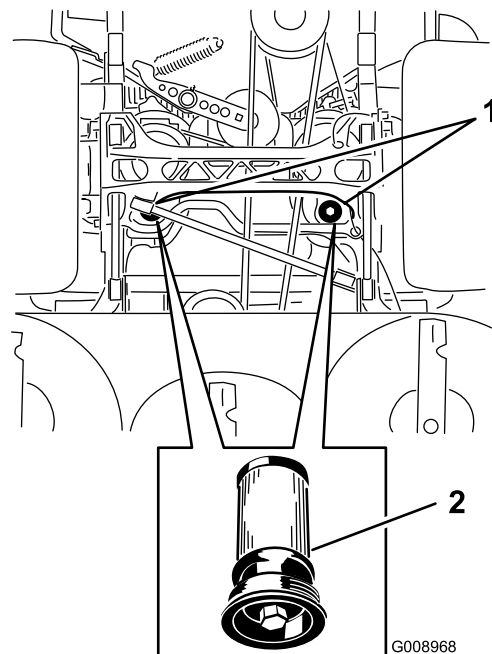

Figure 81
5. Placez un bac de vidange sous le filtre, retirez le filtre usagé et essuyez la surface (Figure 81).
6. Appliquez une fine couche d'huile hydraulique sur le joint en caoutchouc du filtre de rechange (Figure 81).